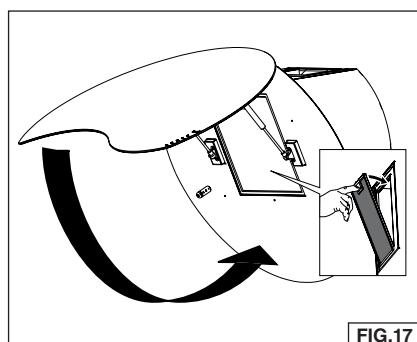

FIG.17
15. Reposez le filtre à graisses. Fig. 17.